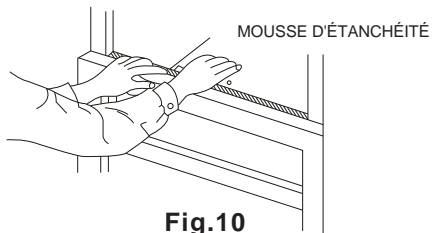

Fig.10
D. Coupez la bande d'isolant pour le châssis de la fenêtre, et insérez-la dans l'espace entre le châssis inférieur et supérieur (fig.10).